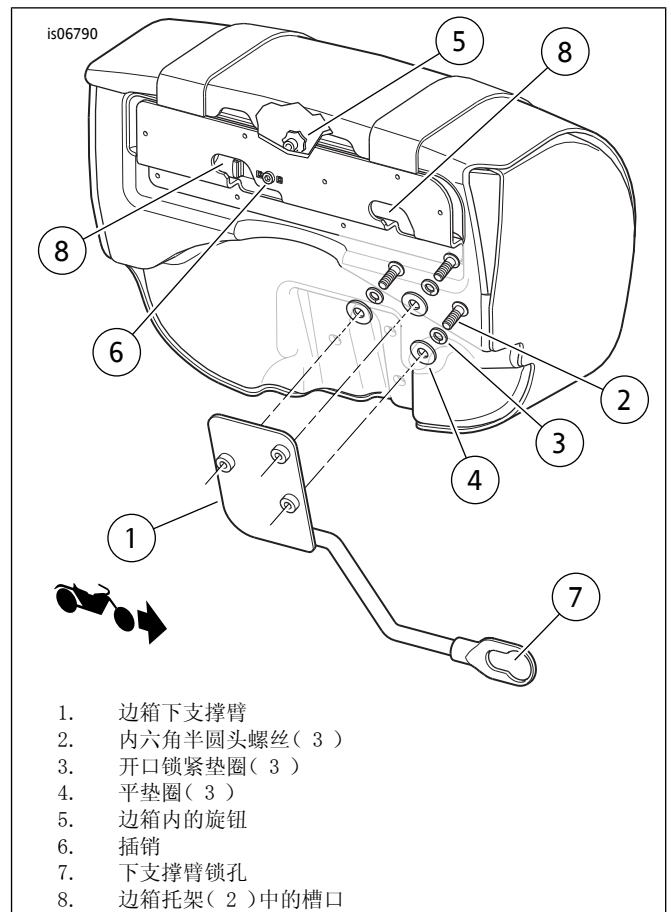

图8。下支撑臂安装(图示为左侧)
1. 参见图8。将下支撑臂放置到边箱后部外侧。在螺丝(2)的螺纹上涂抹几滴Loctite 243-蓝色。从边箱内部使用螺丝(2)、锁紧垫圈(3)和平垫圈(4)将下部支撑臂(1)松散地安装到边箱上。
2. 参见图8。从边箱内侧拉动和旋转旋钮(5)。插销(6)将释放托架锁。